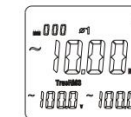

Figura 8-1
- Așa cum se arată în Figura 8-1, apăsați tasta SELECT pentru a selecta locația primei faze, respectiv 1, pentru sistemul de sarcină trifazat cu patru fire. Se pot afișa puterea aparentă, tensiunea și curentul fazei 1.